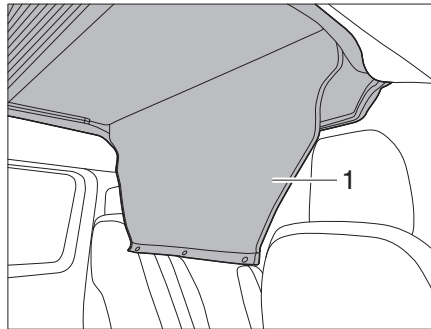

Figure 3 Enrouler la protection de la trappe d'accès
- Ouvrir et enrouler le recouvrement d'accès (Figure 3,1).